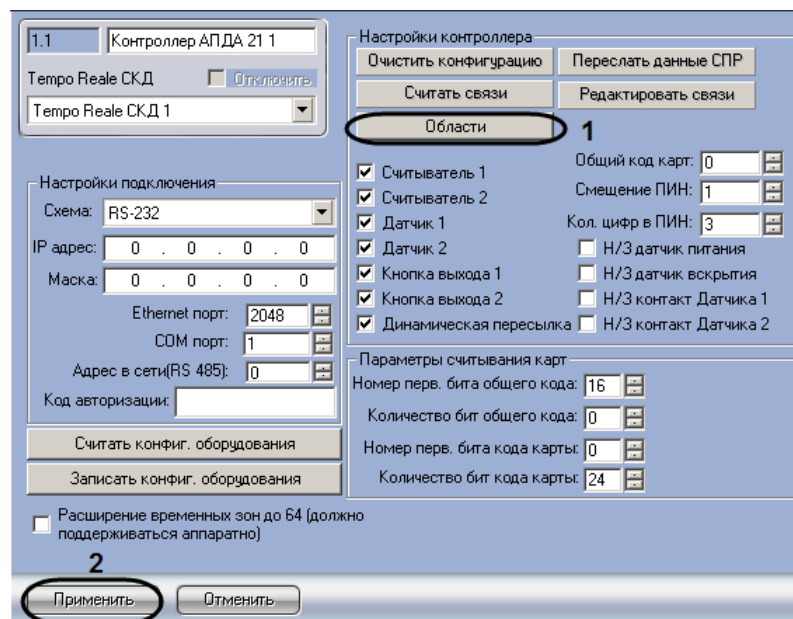

Рис. 3.3—10 Настройка соответствия зон контроллера АПДА.21 и разделов ПК Интеллект
1. Перейти на панель настройки объекта **Контроллер АПДА 21** или **Контроллер АПДА 41** (Рис. 3.3—10).
2. Для настройки соответствия зон контроллера АПДА.21 (или АПДА.41) и разделов ПК *Интеллект* нажать кнопку **Области** (см. Рис. 3.3—10, 1).